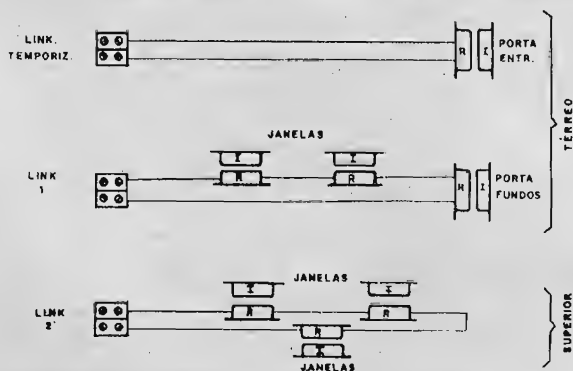

Fig. 8
A existência de 3 links independentes na MACARE não é um exagero, mas reforça a praticidade da instalação e utilização, conforme exemplo na fig. 8. Ao **link temporizado** (LT), normalmente apenas um ou dois sensores são acoplados, responsáveis pela porta de entrada principal do imóvel (e por onde, naturalmente, também saem as pessoas, sempre que deixam o local...). Aos **links 1 e 2** podem ser acoplados, de forma independente, os elos sensores referentes às demais portas e janelas do andar tér-